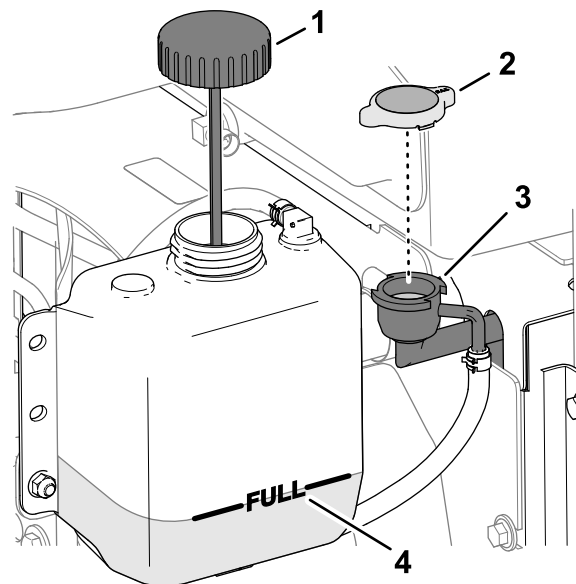

Figura 144
3. Retire con cuidado el tapón del radiador (Figura 144).
**Nota:** El nivel de refrigerante es correcto si llega a la parte superior del cuello de llenado del radiador (Figura 144).